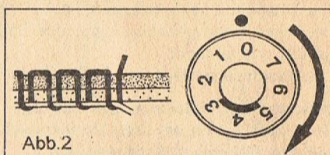

Abb. 2
Um das Nähwerk wieder einzuschalten, drücken Sie, wie in Abb. 2 gezeigt, auf die dem Spulensymbol gegenüberliegende Seite der Handradscheibe. Damit ist das Nähwerk wieder eingeschaltet.
Ziehen Sie den Faden in den Schlitz der Spulenkapsel, und führen Sie ihn dann nach links so unter die Spannungsfeder, daß er aus der Austrittsöffnung herauskommt (siehe Abb. 2).
Bedienungsknopf etwas nach rechts drehen (siehe Abb. 2)
2. Nun den Presserdruck-Einstellstift so weit nach unten drücken, bis der gewünschte Nähfußdruck erreicht ist (Abb. 2).